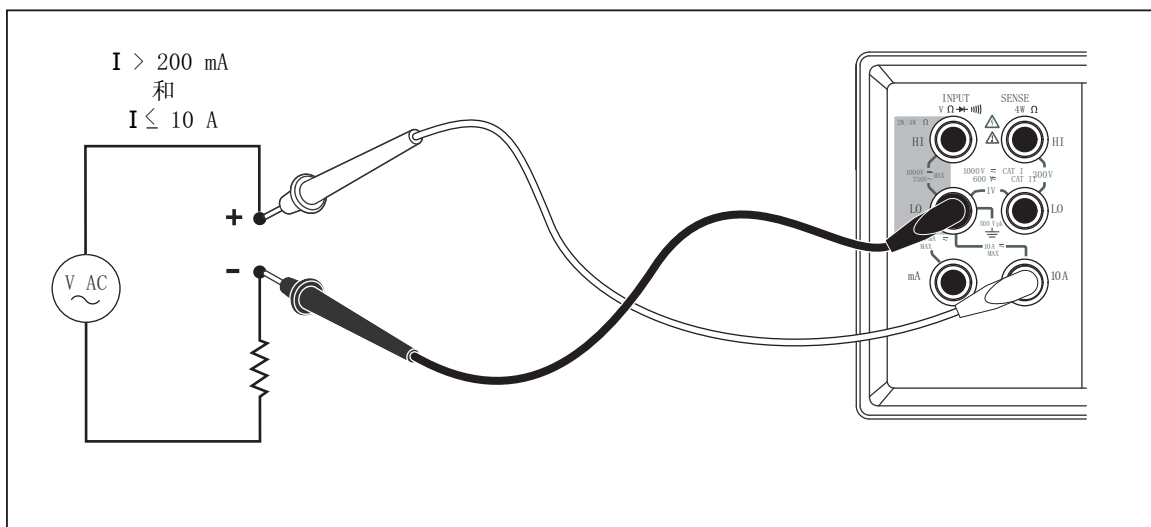

图 3-9. 电流测量 200 mA~10 A
5. 若预计电流为 200 mA～10 A，请务必将测试线连接到 10A 和 LO 端子。请参见图 3-9。